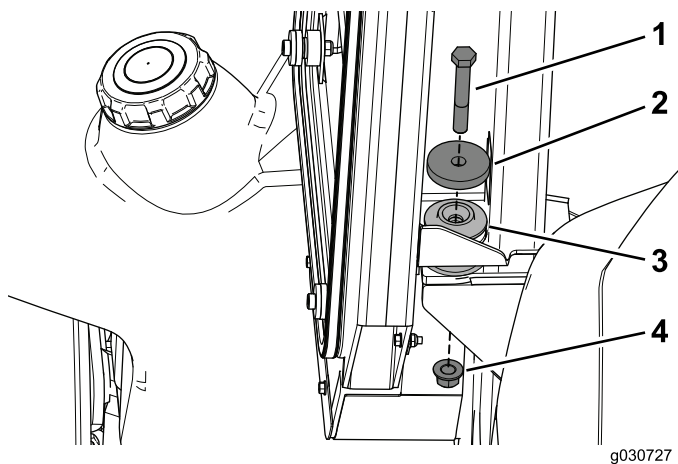

Figure 24
3. Utilisez un boulon (1/2 x 3-1/4 po), une rondelle (2-1/4 po de diamètre) et un contre-écrou pour fixer la cabine aux supports arrière sur la machine (Figure 24).